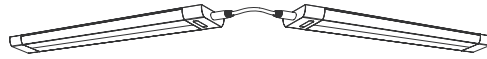

Рис. 4. Соединение модульных светодиодных светильников
- Светодиодные модульные светильники можно соединять между собой для увеличения длины освещения (рис. 4), для этого необходимо дополнительно приобрести сетевой источник питания GAUSS 36 Вт для модульной системы (артикул GAA001);